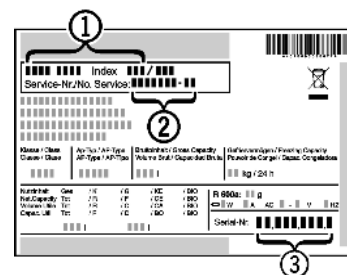

Fig. 9
- Назва пристрою Fig. 9 (1), сервісний номер Fig. 9 (2) та серійний номер Fig. 9 (3) вказані на таблиці типів. Табличка типів знаходиться всередині пристрою, зліва.
- Повідомте сервісну службу про характер неполадки, назву пристрою Fig. 9 (1), сервісний номер Fig. 9 (2) та серійний номер Fig. 9 (3).